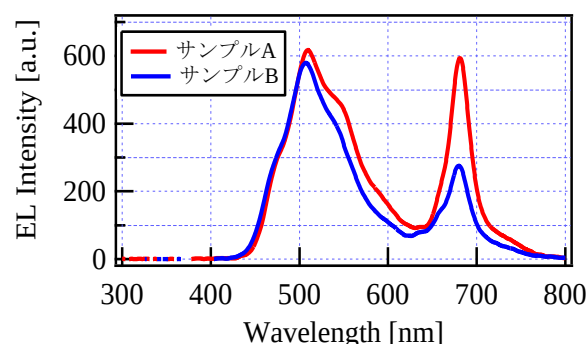

図 1. 20V印加時の EL スペクトル
【結果と考察】図 1 に Electroluminescence (EL)スペクトルを示す。両者の EL スペクトルを比較すると、クロロフィルの発光波長である 670nm において、発光強度がサンプル A よりもサンプル B の方が強くなっていることが分かった。この結果、電子輸送層の薄膜を形成することによって、素子のキャリア注入の改善をすることが出来たことにより、発光強度を改善することに成功した。